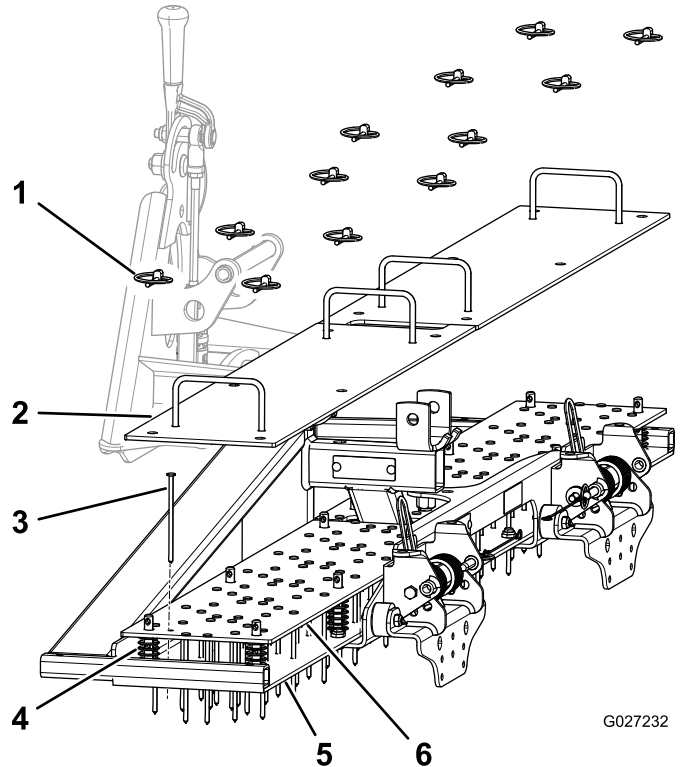

Figura 3
2. Retire os pinos de sujeição (Figura 3).
3. Retire as placas superiores (Figura 3).
4. Retire os dentes (Figura 3).
5. Retire as placas dos dentes (Figura 3).